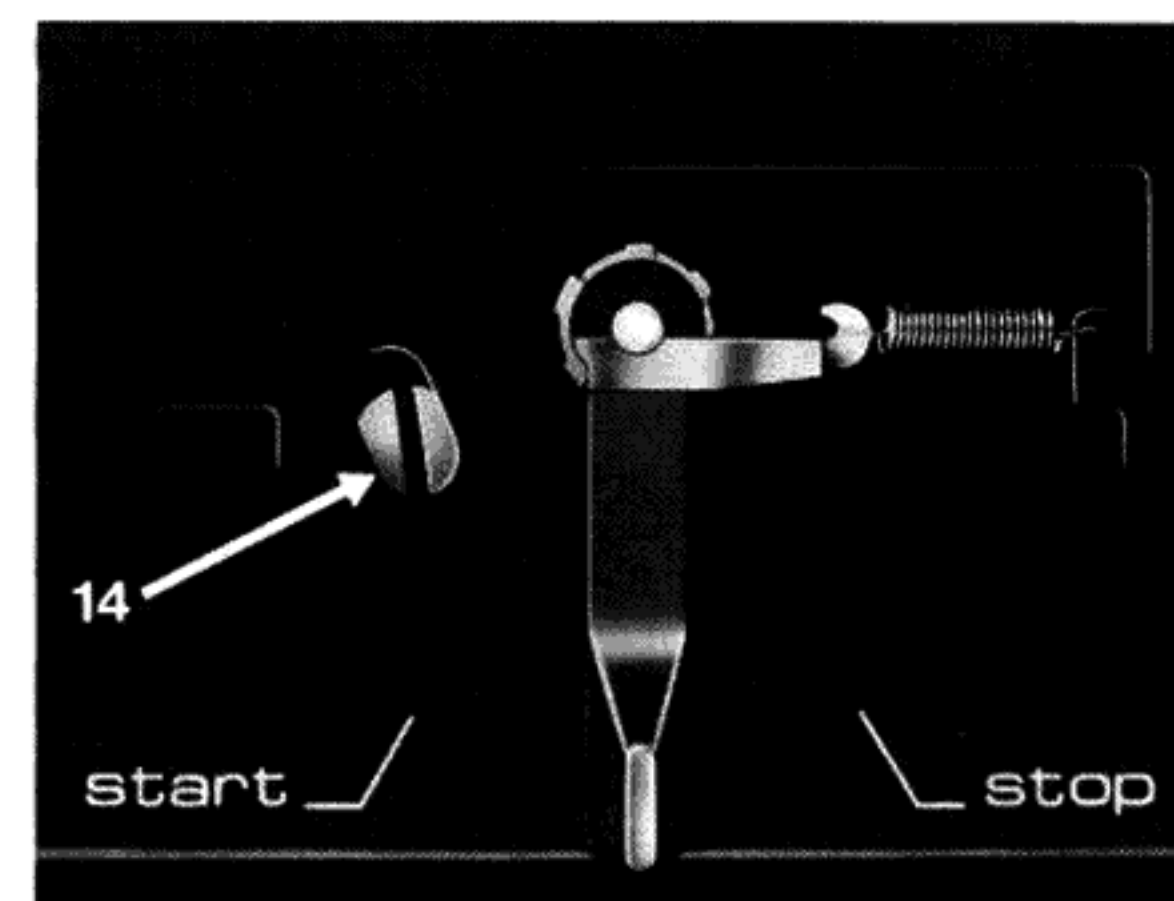

Fig. 16
montierten Tonabnehmersystem der Abtaststift zu weit innen oder außerhalb der Schallplatte auf, stellen Sie die Drehtaste für die Plattenteller-Drehzahl-Einstellung auf "33". Nach Abnehmen der Zierleiste (nach vorne drücken und am hinteren Rand zuerst hochklappen) wird die Regulierschraube (14) sichtbar, mit der der Tonarmaufsetzpunkt justiert werden kann (Fig. 16). Legen Sie bitte eine 30 cm-Schallplatte auf und starten Sie das Gerät.
Si après un changement de cellule, la pointe descend trop loin à l'intérieur ou à l'extérieur du disque, amenez le bouton de réglage de la vitesse du plateau sur "33". Lorsqu'on retire la réglette décorative (en la soulevant préalablement sur le bord arrière) la vis de réglage (14) du bras devient visible (Fig. 16). Posez un disque de 30 cm sur le plateau et mettez l'appareil en route. Si la pointe descend trop vers l'intérieur ou l'extérieur du disque, tournez la vis vers la gauche ou resp. la droite.
Move the speed selector to "33". Removing the decorating strip (first lift it on the rear edge) will expose the control (14) for tone-arm indexing (Fig. 16).
Wanneer de afstelling niet juist is in het geval de naald ofwel naast of te ver op de plaat komt, dan kan de afstelling gecorrigeerd worden. Daartoe wordt de toerental omschakelaar op "33" gezet. Door het verwijderen van de sierlijst (eerst aan de achterkant omhoogklappen) wordt de instelschroef zichtbaar. Met deze schroef wordt het juiste opzetpunt ingesteld (Fig. 16).
Al elevar la moldura (comenzar la elevación por el canto posterior) aparecerá el tornillo de ajuste (14) con el que se puede ajustar el punto de entrada de la aguja (Fig. 16). Coloque a tal fin un disco de 30 cm. y ponga en marcha el aparato.
Skulle detta inträffa, ställ varvtalsomkopplaren på läge "33". Genom att ta bort prydadslisten (skjuts mot framkanten och lyftes i den bakre kanten) blir justeringskruven (14) för nedläggningspunkten synlig (Fig. 16).
Togliendo ora la piastrina sovrastante (premendola verso l'avanti e sollevandone i bordo posteriore) si mette in evidenza la vite (14) con la quale è possibile regolare il punto di discesa del braccio (Fig. 16).